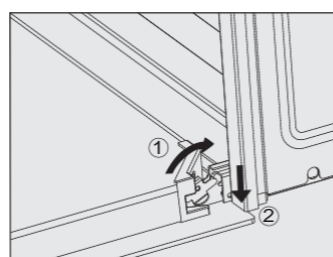

рис.5
- Переверните оба фиксирующих зажима до упора в горизонтальное положение (рис. 5)